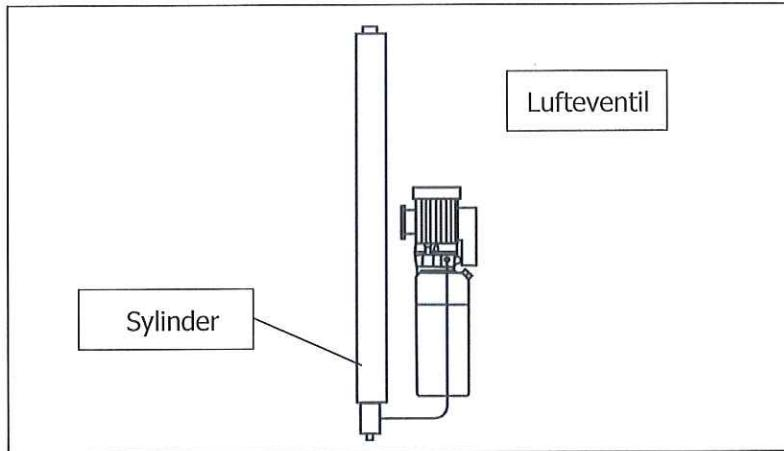

Fig.12(For reference only)
• **Driv ut luft:** Ved luft i hydraulikk-systemet, må dette luftes. Kjør løftestolen opp til 600 mm, åpne ventilasjonsskruen på toppen av hydraulikksylinderen 2 omdreininger (Se Fig. 12). Om det kommer olje, trekk til umiddelbart.